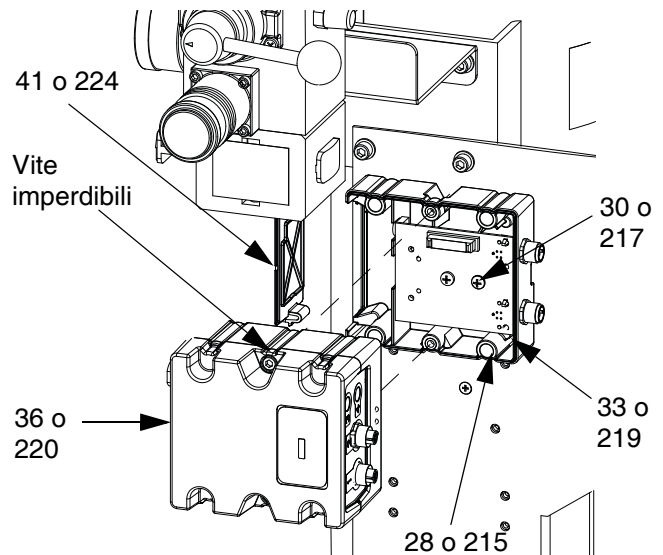

FIG. 55: Rimozione del modulo FCM
4. Rimuovere le viti (28 o 215) e la vite di terra (30 o 217) dalla base (33 o 219). Vedere la FIG. 55.
7. Impostare l'interruttore del selettore su "A" per il pistone A o "B" per il pistone B. Vedere la FIG. 55.